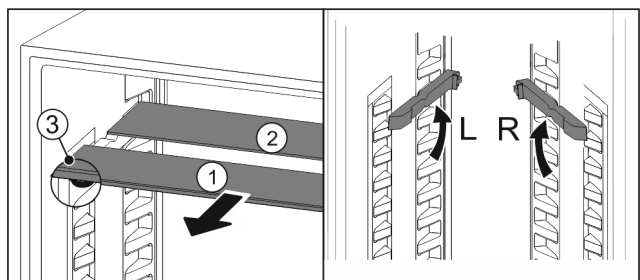

Fig. 94
- ▶ Sortir les tablettes par l'avant Fig. 94 (1).
- ▶ La tablette en verre Fig. 94 (1) avec bordure décorative est située à l'avant.
► Les butées Fig. 94 (3) sont orientées vers le bas.